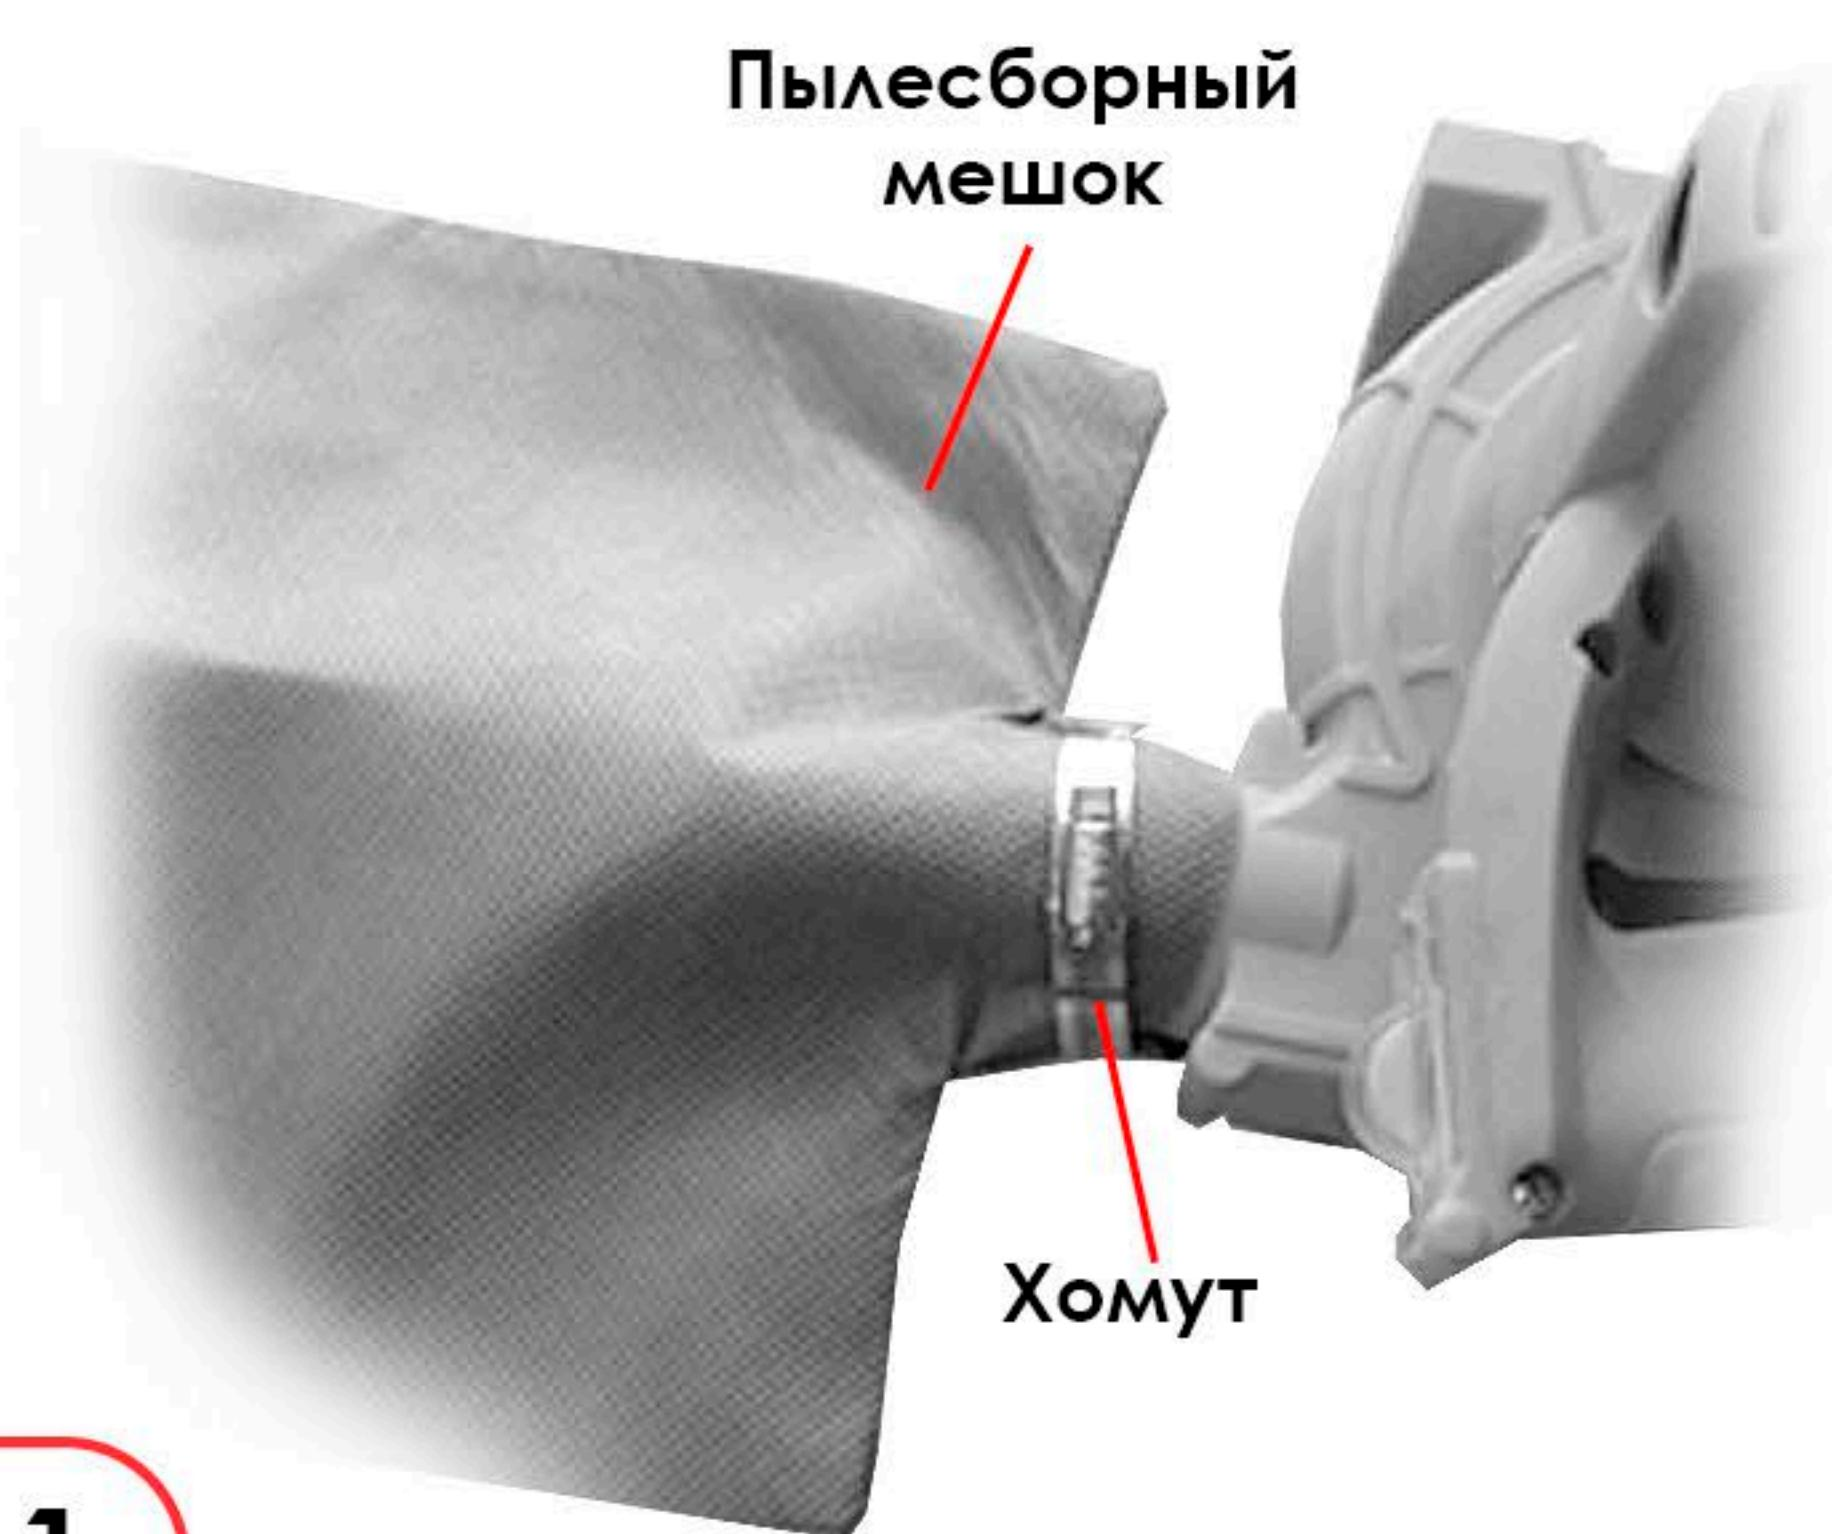

Рис.1
2. Оденьте патрубок мешка на выходной патрубок пылесоса и зафиксируйте его повернув по часовой стрелке. (Рис. 1).